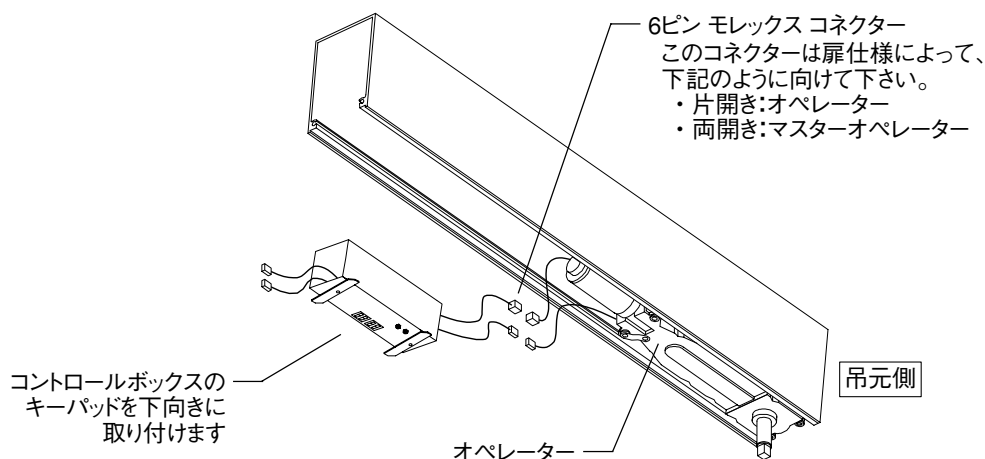

図8-1
- 8.1 コントロールボックスの取り付け方向は、コントロールスイッチが床の方向に向き、6ピンのモレックス ワイヤークネクターがマスターモーターの方向を向くように位置して下さい。（図8-1）